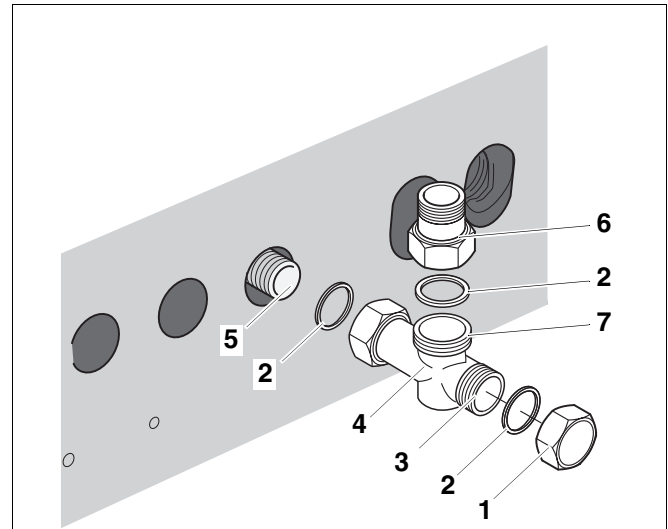

Abb. 11 Rücklauf am Logano G124/G124 V montieren
- Dichtung (Abb. 11, **Pos. 2**) in die Überwurfmutter des mitgelieferten T-Stücks (Abb. 11, **Pos. 4**) einlegen.
- T-Stück (Abb. 11, **Pos. 4**) am Rücklaufanschluss des Heizkessels RK (Abb. 11, **Pos. 5**) festschrauben.
Wenn Sie kein Heizkreis-Schnellmontage-System (Zubehör) verwenden, dann stellen Sie den Rücklaufanschluss mit dem mitgelieferten Übergangsstück G1¼ auf R1 (Abb. 11, **Pos. 6**) her.
- Dichtung (Abb. 11, **Pos. 2**) in die Überwurfmutter des mitgelieferten Übergangsstücks G1¼ auf R1 (Abb. 11, **Pos. 6**) einlegen.
- Das mitgelieferte Übergangsstück G1¼ auf R1 (Abb. 11, **Pos. 6**) für den Heizungsrücklauf (Abb. 11, **Pos. 7**) am 90°-Abgang montieren.
Wenn Sie keinen Warmwasserspeicher anschließen, müssen Sie das T-Stück (Abb. 11, **Pos. 4**) mit der Verschlusskappe (Abb. 11, **Pos. 1**) verschließen.
- Verschlusskappe (Abb. 11, **Pos. 1**) mit Dichtung (Abb. 11, **Pos. 2**) aufschrauben.
- Rücklauf eines Warmwasserspeichers am hinteren Abgang des T-Stücks (Abb. 11, **Pos. 3**, Seite 18) anschließen.